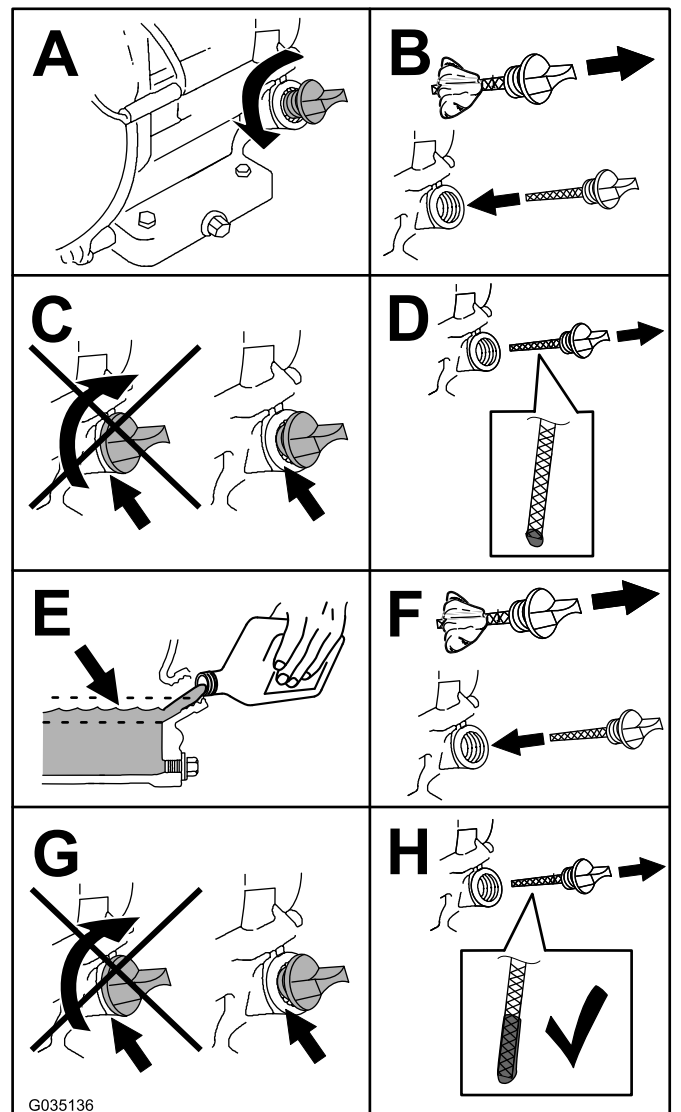

Figura 45
5. Compruebe el nivel de aceite como se muestra en Figura 45.